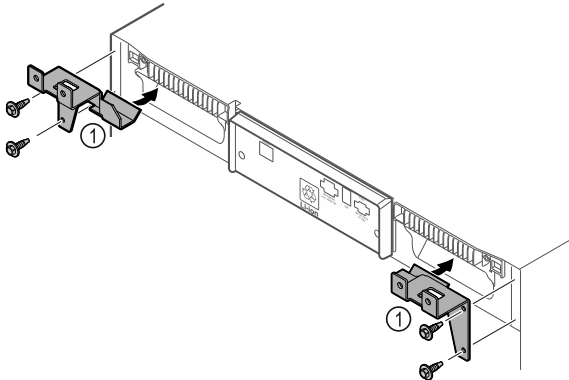

Fig. 10
- ▶ Monte las piezas de sujeción Fig. 10 (1) en el electrodoméstico con tornillos autorroscantes.